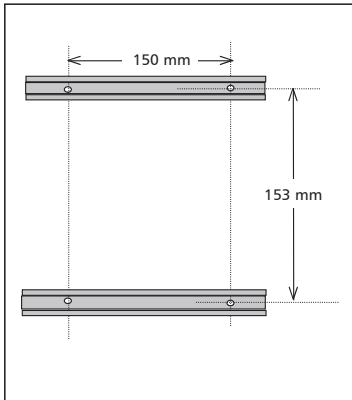

Fig. 1
- 1** ▶ Fixez deux profilés chapeau comme indiqué à la figure 1. Vous pouvez également calculer la position du rail inférieur en commençant par accrocher deux onduleurs uniquement au rail supérieur.